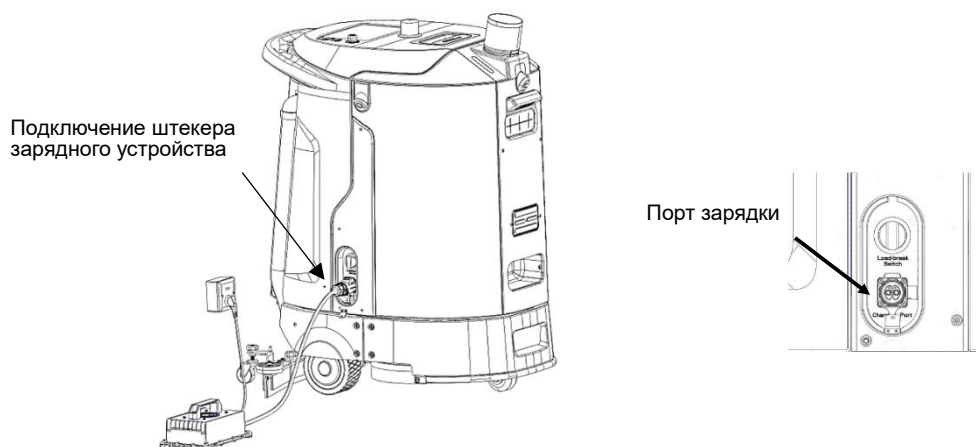

РИС.33
- 4) Подключите входной штекер зарядного устройства к источнику переменного тока, как показано на РИС. 33.